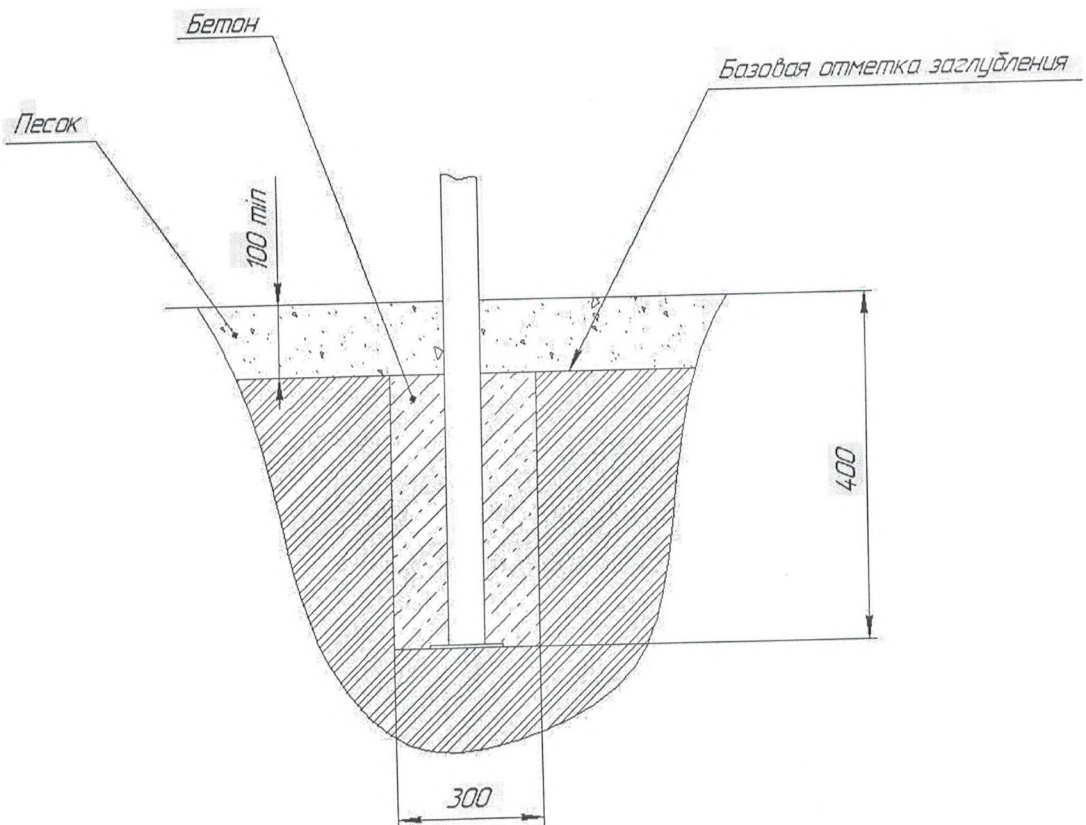

Рис.5 Схема бетонирования
- бетонирование производить согласно схеме бетонирования (рис.5)